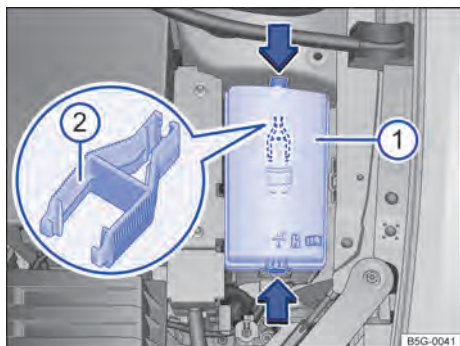

Fig. 158 En el compartimiento del motor: cubierta ① de la caja de fusibles con pinza de plástico ②.
→ fig. 158 ①, para desbloquear la cubierta de la caja de fusibles.
En el lado interno de la cubierta de la caja de fusibles en el compartimiento del motor puede haber una pinza de plástico → fig. 158 ② para retirar los fusibles.